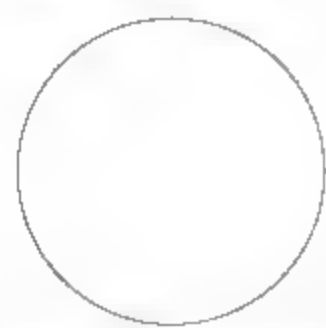

图9-2 绘制圆形
**01** 选择菜单【绘图】|【圆】命令,在绘图区域中,绘制一个半径为3的圆形,如图9-2所示。